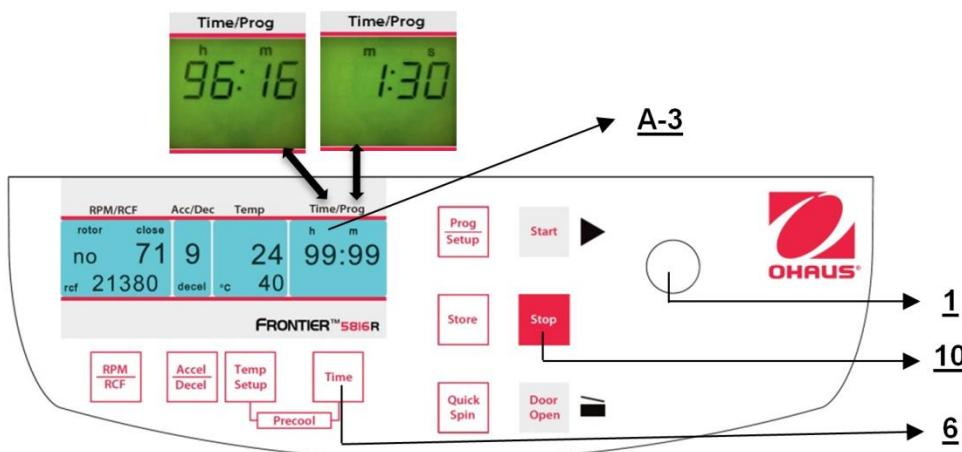

Figure. 17
3. Le fonctionnement en continu "cont" peut être interrompu avec la touche "Stop" (10) (voir la figure 17).
L'affichage présente toujours la durée de fonctionnement restante. (Voir la figure 17)